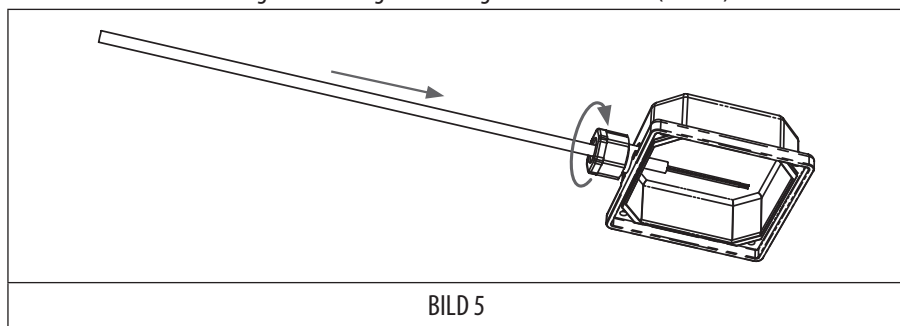

BILD 5
3. För strömkabeln genom kabelgenomföringen och dra åt den. (BILD 5)